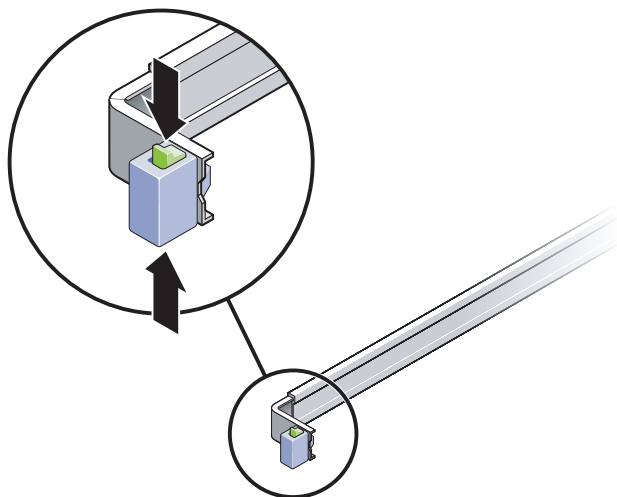

FIGURE 3-23 Déverrouillage de l'ensemble de rail coulissant
- a. Appuyez simultanément sur les boutons de verrouillage supérieur et inférieur du verrou du rail coulissant et maintenez-les enfoncés (FIGURE 3-23).